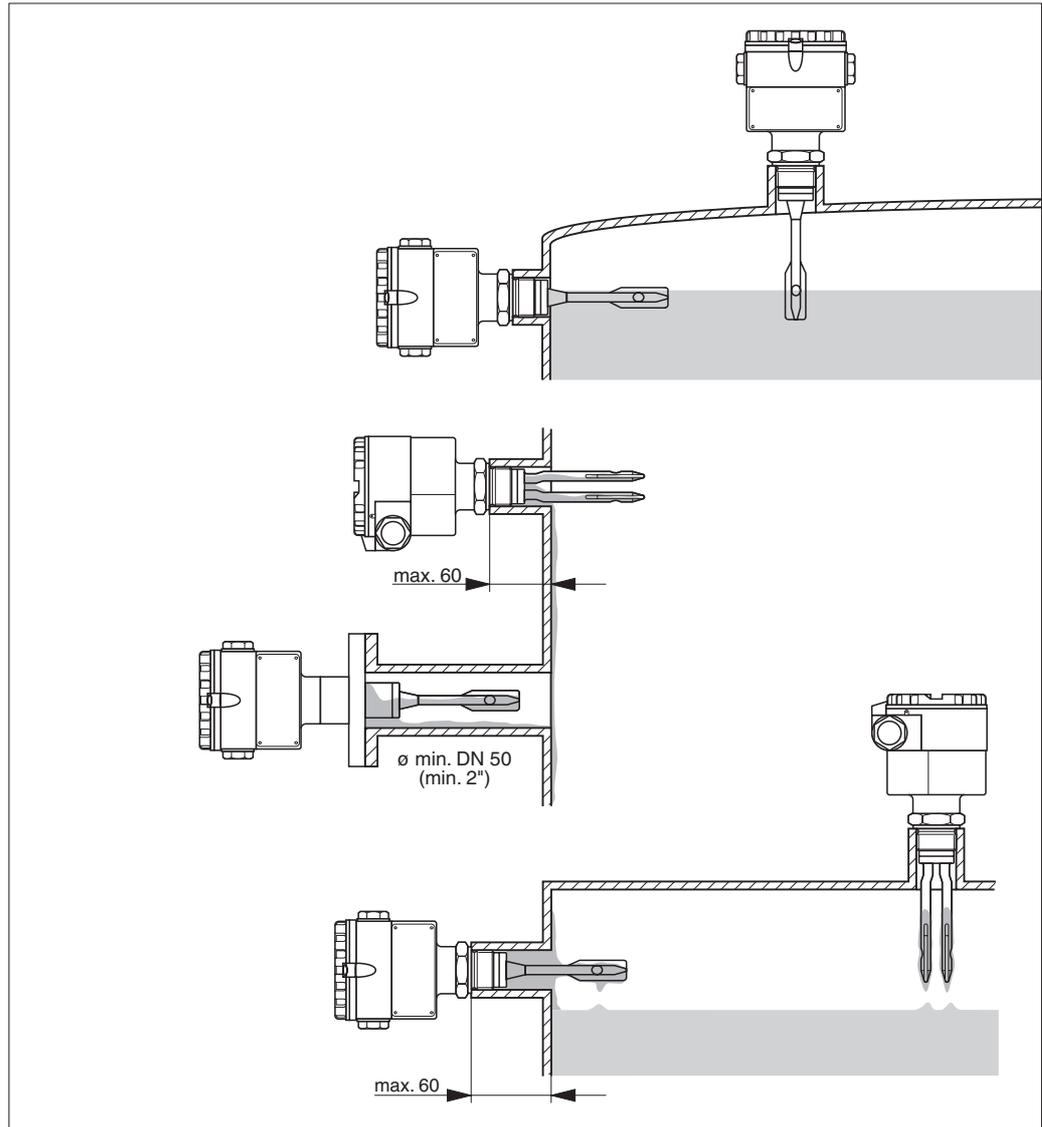

Abb. 4
In dünnflüssigen Medien kann der Liquiphant S in jeder Lage eingebaut werden. Einbauvorschläge in Abhängigkeit von verschiedenen Betriebsbedingungen siehe Abb. 4 und 5.
- zähflüssige Medien rasch aus dem Bereich der Schwinggabel abfließen (Abb. 4)